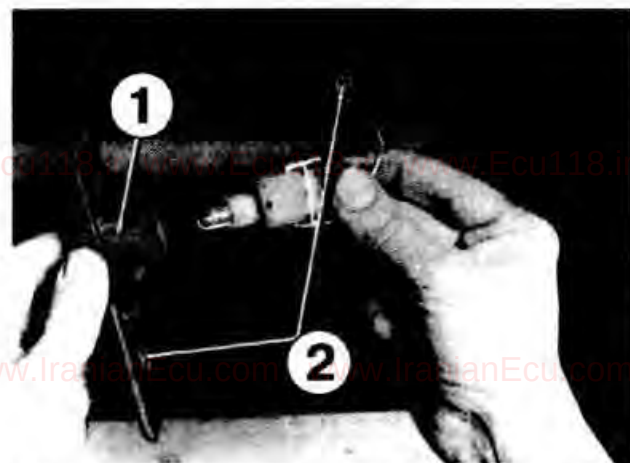

Рис. 1-36. Замена лампы бокового указателя поворота:
• Отвернуть винт крепления бокового указателя поворота, сдвинуть корпус указателя вперед и вынуть его (рис. 1-36).